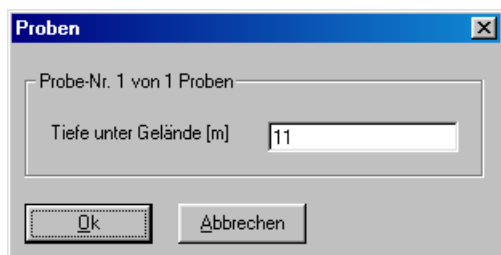

Bild 42 Menü "Tiefe der Probe unter Gelände"
- Mit Doppelklick in: *Tiefe einer Probe* wird das Menü des Bild 42 aufgerufen